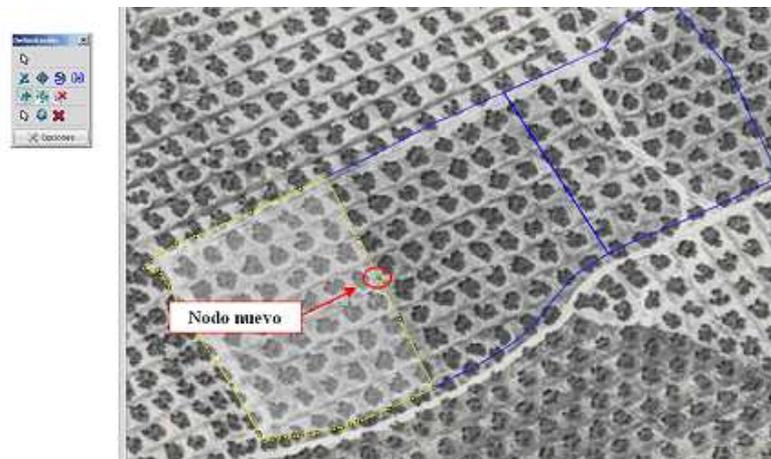

Fig. 33
**Insertar nodos:** permite añadir nodos (puntos de intersección o unión de varios elementos que confluyen en el mismo lugar), sobre una línea recién creada, o sobre alguna ya existente, cuando se necesite, para poder delimitar correctamente una explotación (Fig. 33).